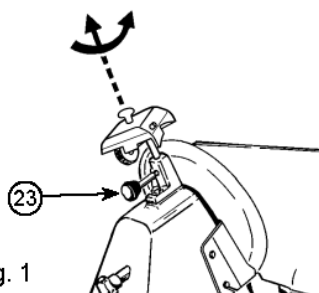
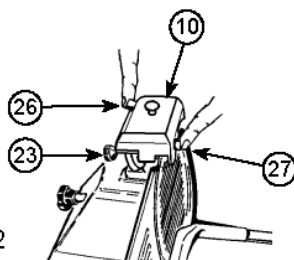
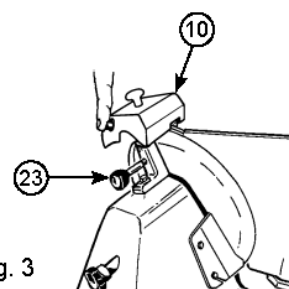

Fig. 1
Fig. 2
Fig. 3
- Verificare che la paratia mobile sia chiusa (manopola graduata (6) in posizione "0").
- Allentare la manopola di bloccaggio (23) del gruppo affilatoio (10).
- Sollevare il gruppo affilatoio (10), ruotandolo di 180 ° in modo che entrambe le ruote siano in posizione di lavoro. Vedere la Fig. 1.
- Abbassare il gruppo affilatoio (10) fino a quando non si blocca.
- Fissare il gruppo ruotando la manopola di bloccaggio (23). Vedere la Fig. 2.
- Premere il pulsante (26) e lasciare andare la lama per circa 1 minuto. Quando la lama è ancora in funzione, controllare per vedere se qualche bava si è formata sul bordo.
- Dopo aver verificato la presenza di sbavature, cliccare l'interruttore (5) su e il pulsante (27) premere delicatamente per circa
3 secondi per rimuovere il residuo prodotto durante l'affilatura. Mettere la manopola graduata (6) in posizione "0". • Dopo l'affilatura, spostare il gruppo affilatoio (10) alla sua posizione originale, vedi fig. 3 e pulire il bordo della lama e le ruote con alcool. • Dopo diverse operazioni di affilatura, rimuovere eventuali residui dalla ruota di affilatura con l'alcol e una spazzola.